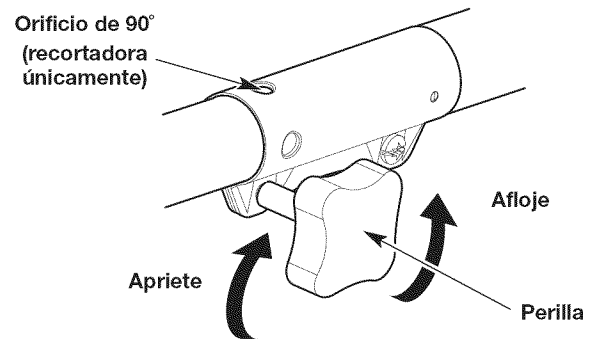

Fig. 5
3. Gire la perilla en el sentido contrario a las agujas del reloj para aflojar el acoplador (Fig. 5).
6. Gire la perilla en el sentido de las agujas del reloj para apretar el acoplador (Fig. 5).
NOTA: Para un reborde decorativo con un accesorio de recorte, trabe el botón de liberación en el orificio de 90° (Fig. 5).
2. Gire la perilla en el sentido contrario a las agujas del reloj para aflojar el acoplador (Fig. 5).